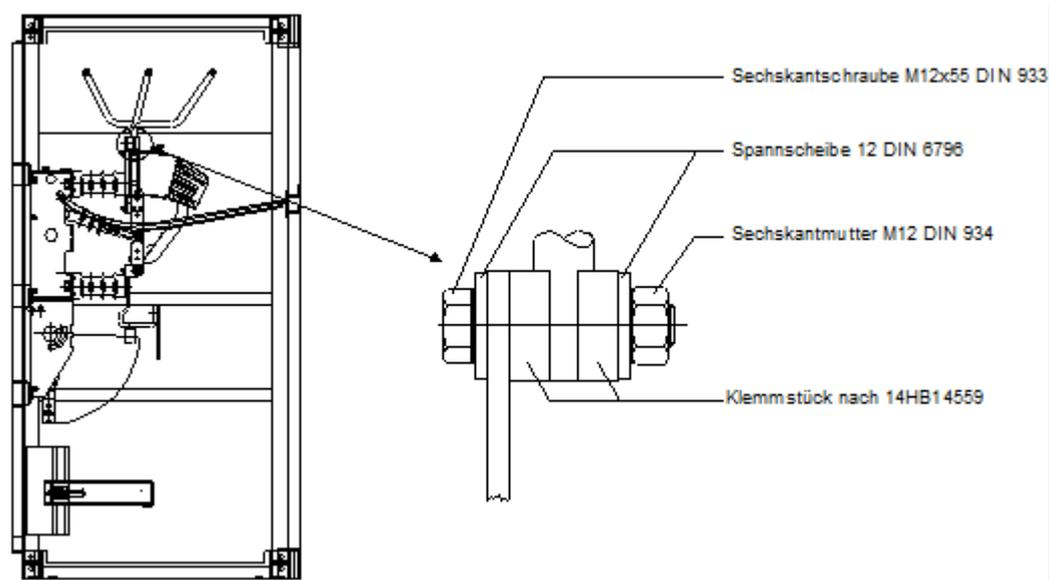

Bild 23-1: Sammelschienenanschluss Rundleiter
- Verwenden sie zum Anschluss der Rundleiter die mitgelieferten Klemmstücke und stellen Sie die Verbindung entsprechend Bild 23-1 her. Die Sammelschienenstücke reichen von der rechten Klemmstelle des Klemmstücks zur linken Klemmstelle des Klemmstücks im Nachbarschaltfeld.